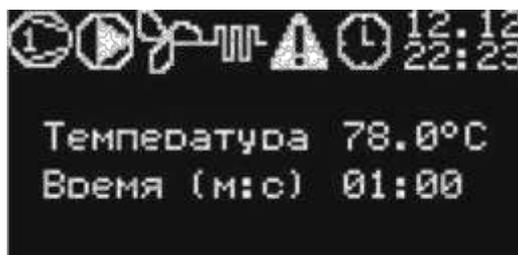

Рис. 7 - Главный экран
- в режиме главного экрана (см. Рис. 7), на котором отображается текущая информация о состоянии системы (текущая температура камеры, заданное время прохождения камеры, информация о работающих устройствах или наличие аварий) нажмите один раз клавишу ВНИЗ (ВВЕРХ) - появится экран изменения уставки